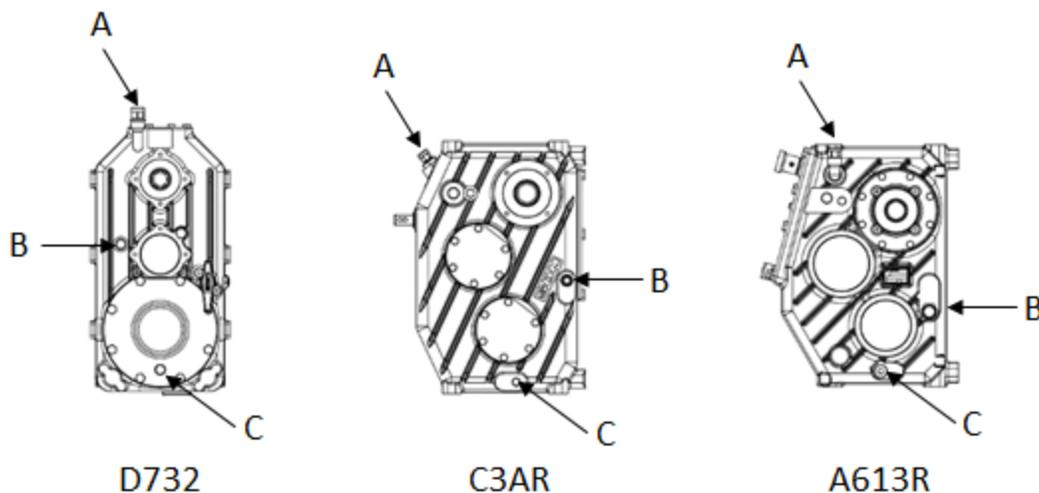

Figure 60 — Boîtier réducteur de vitesse D732 (A), C3AR (B) et A613R (C)
Le niveau d'huile du boîtier est bon si l'huile est vis à vis le bouchon situé au milieu du boîtier (repère B, Figure 60).
2. Dévissez les bouchons (repères A et B, Figure 60).
3. Versez l'huile dans l'orifice (repère A, Figure 60) jusqu'à ce qu'elle sorte par le trou (repère B, Figure 60).